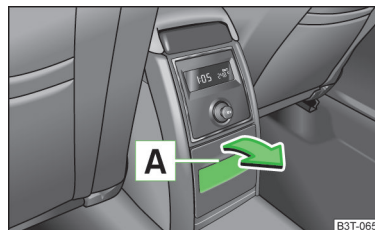

Fig. 94
► Trageți de partea superioară a adânciturii » fig. 94 și deschideți compartimentul în sensul indicat de săgeată.